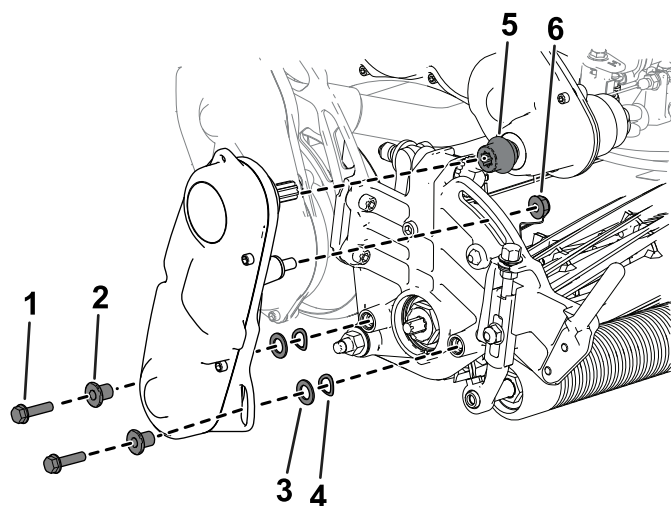

图 8
- D. 将联轴器安装到变速箱驱动轴上图 8。
- E. 用先前卸下的五金件将滚刀驱动总成安装到滚刀组上图 8。
- F. 确保联轴器图 8 可以在变速箱驱动轴上轻松前后移动。